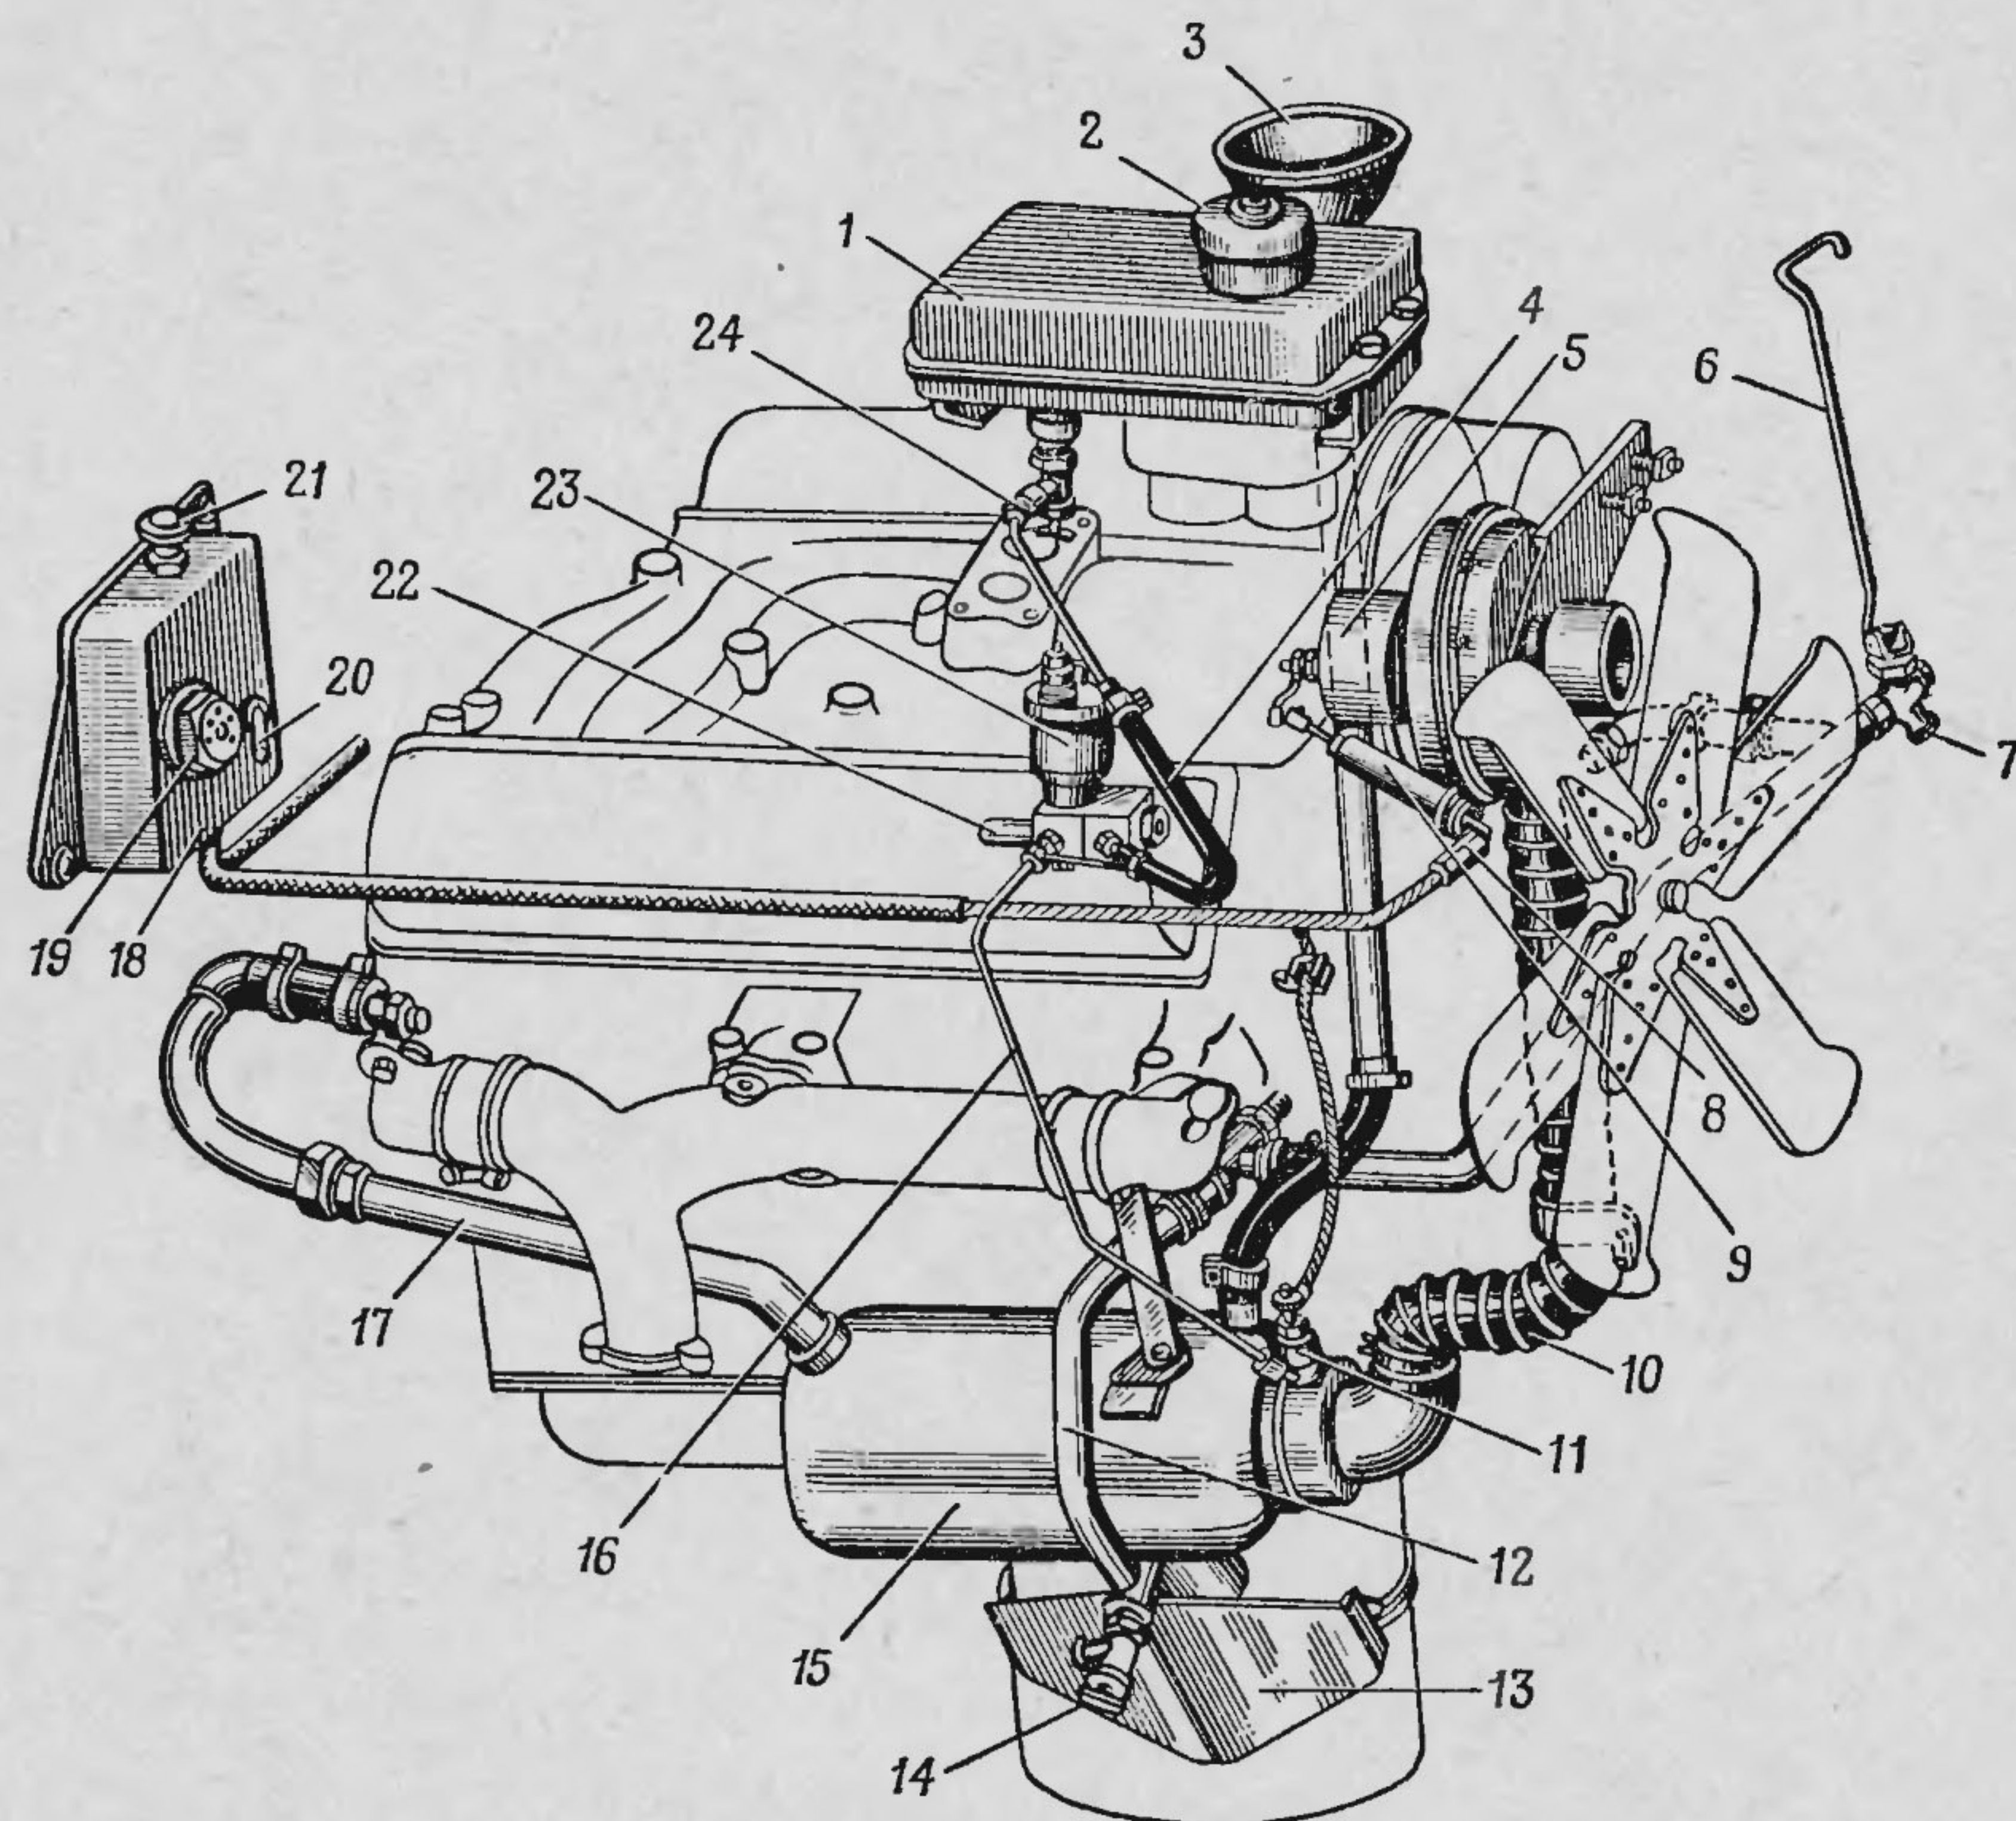

Рис. 44. Подогреватель:
5. Проверить наличие топлива в бачке 1 (рис. 44), при отсутствии залить (емкость бачка 2 л).